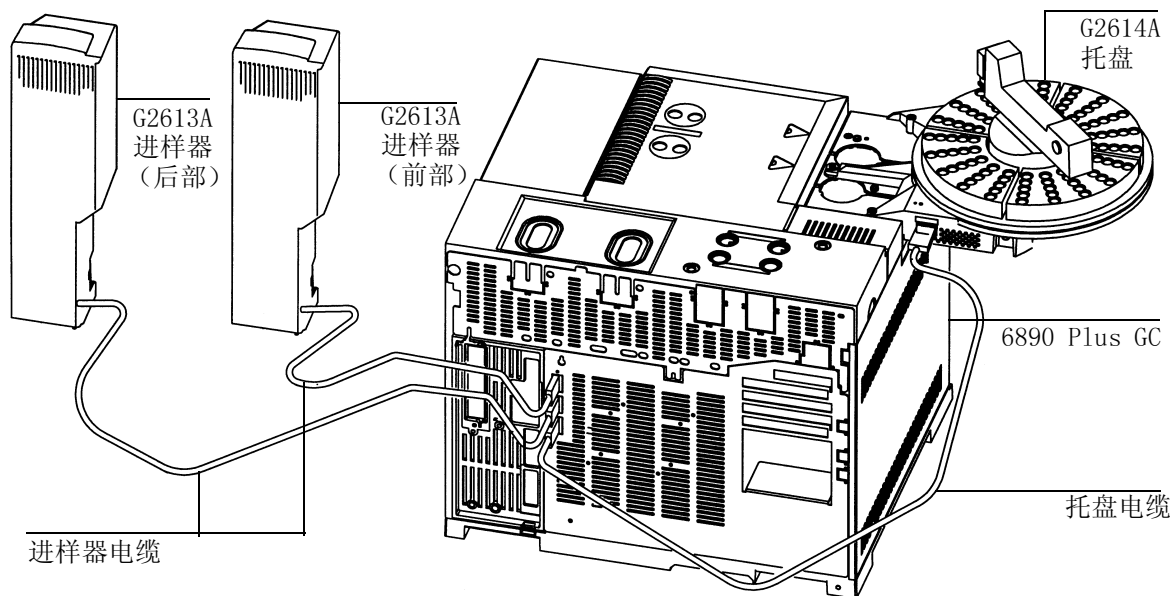
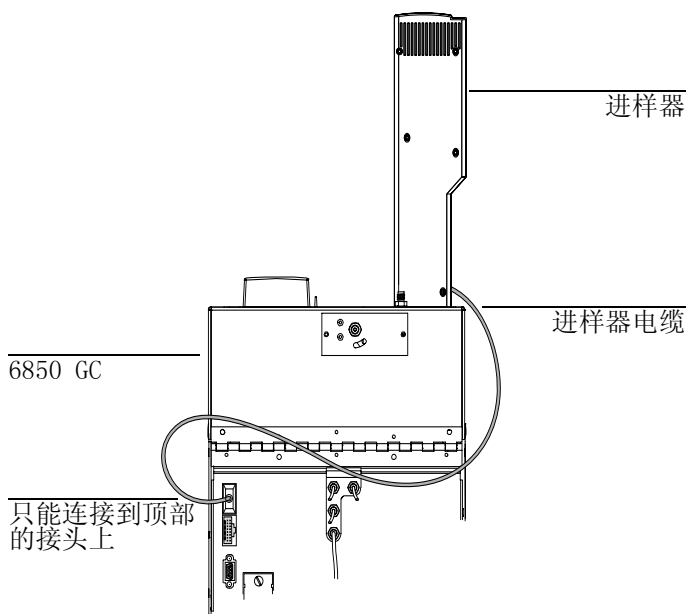

图 7 7683 自动液体进样器与 6890 Plus 的电缆连接
图 8 7683 自动液体进样器与 6850 的电缆连接
1. 将进样器与 GC 相连。使用托盘电缆（部件号 G2614-60610），将托盘与 GC 相连。参见图 7 或图 8。